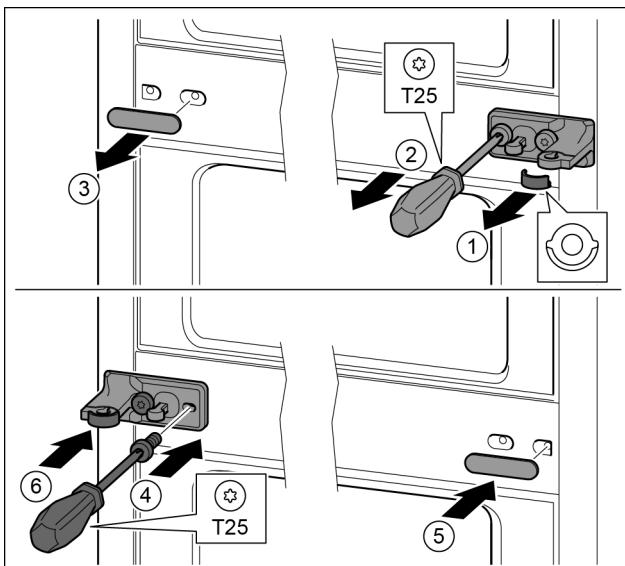

Fig. 29
- ▶ 拆下垫片。 Fig. 29 (1)
- ▶ 用 T25 螺丝刀将螺钉旋开。 Fig. 29 (2)
- ▶ 小心拆下盖板。 Fig. 29 (3)
- ▶ 将带箔的托架旋转 180° 至另一侧拧紧。 Fig. 29 (4)
- ▶ 将盖板旋转 180° 至另一侧装上。 Fig. 29 (5)
► 从前面推入垫片。Fig. 29 (6)